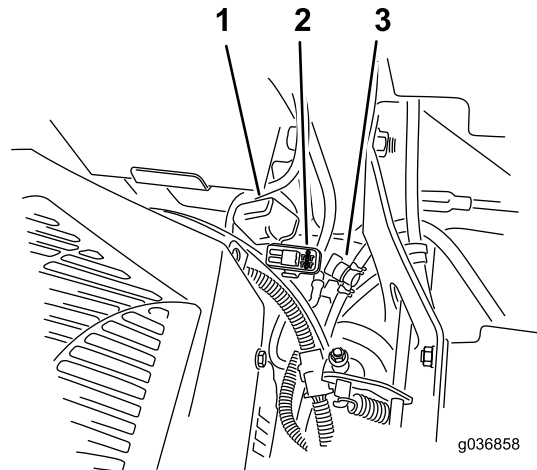

Figura 54
Siguranele fuzibile sunt amplasate pe consola dreapta, de lângă scaun (Figura 54).
2. Instalați o siguranță nouă (Figura 54).